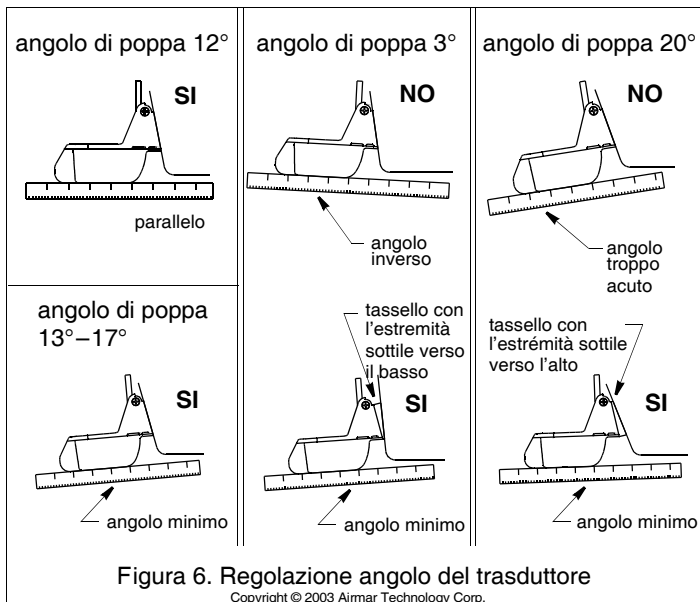

Figura 6. Regolazione angolo del trasduttore
1. Utilizzando un righello, controllate la posizione del sensore in relazione al lato inferiore dello scafo (Figura 6). Il bordo di uscita del sensore si dovrebbe trovare da 1 a 3mm (1/16-1/8") sotto il bordo di attacco del sensore oppure dovrebbe essere parallelo al fondo dello scafo.